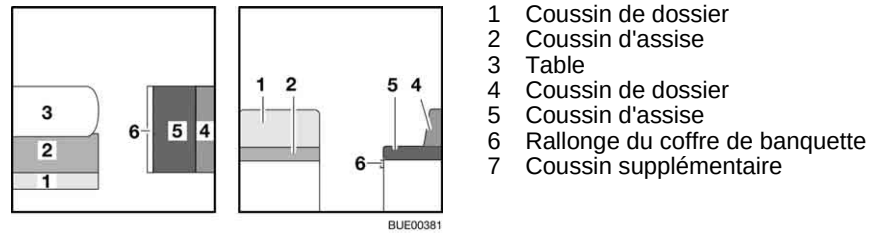

Fig. 102 Avant la transformation
- Convertir la table (Fig. 102,3) en sommier de lit (voir paragraphe 6.10).
- Placer le coussin de dossier (Fig. 102,1) de côté.